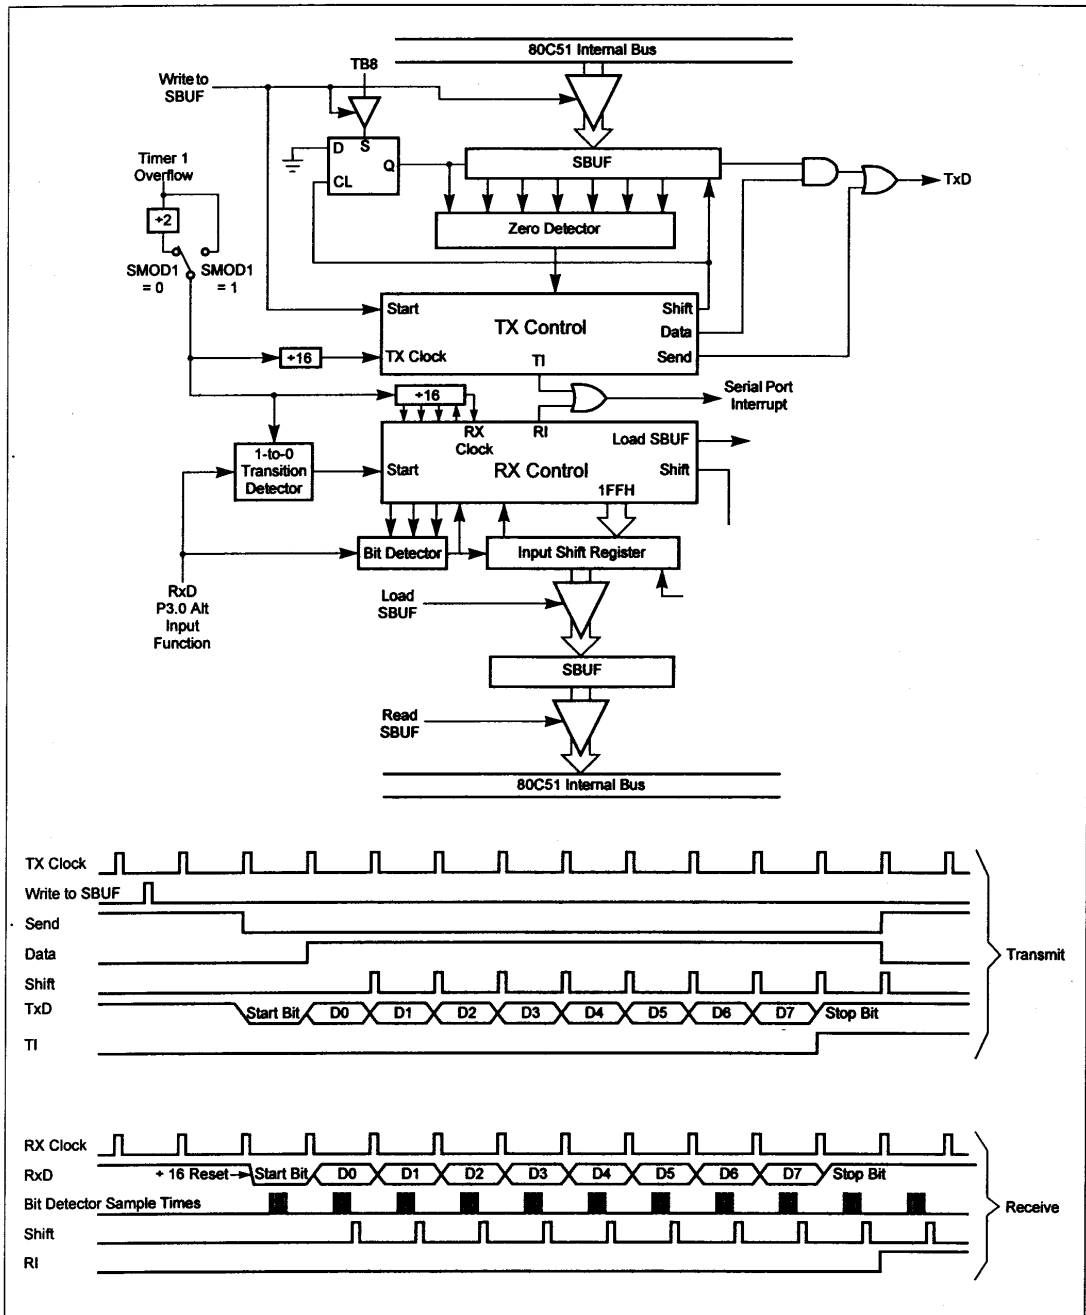

图 28 串口模式 1
串行口工作于模式 1 时，传输的是 10 位：1 位起始位 (0)，8 位数据 (低位在先) 及一位停止位 (1)。由 RxD 接收，TxD 发送。接收时，停止位存入 SCON 内 RB8。P87LPC76x 波特率取决定时器 1 的溢出速率。图 28 所示为串行口的功能简图及相应的发送/接收时序。